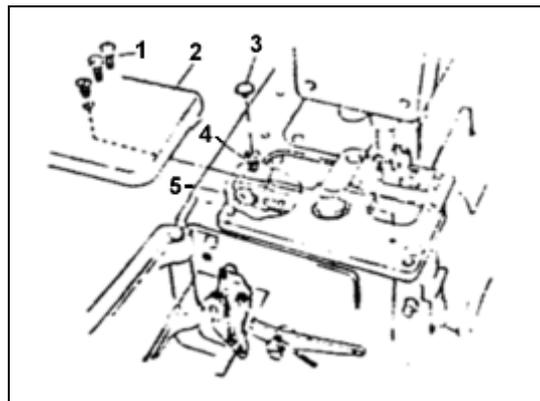

Fig. 37
Afrouxe o parafuso (4) e gire o parafuso (5) para ajustar a alimentação (fig. 37).